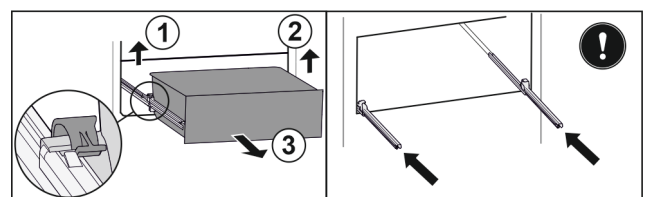

Fig. 116
- Linke Klemme anheben und gleichzeitig Schubfach links nach vorne ziehen. Fig. 116 (1)
- Rechte Klemme anheben und gleichzeitig Schubfach rechts nach vorne ziehen. Fig. 116 (2)
- Schubfach nach vorne entnehmen. Fig. 116 (3)